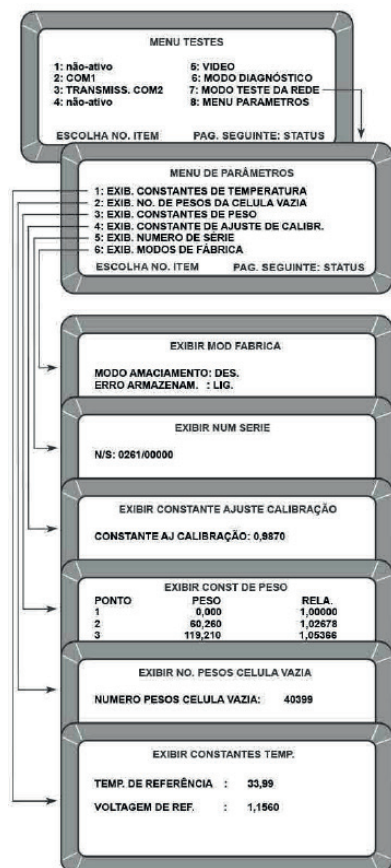

Figura 54. Visualizando MENU PARÂMETROS
1. Entre no MENU PARÂMETROS teclando 8 no MENU TESTES (Ver figura 54).